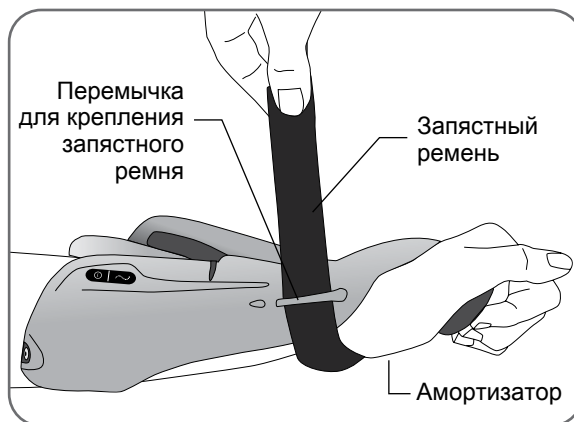

Рисунок 8-12. Прикрепление запястного ремня
- Проведите запястный ремень вверх и пропустите его через перемычку для крепления запястного ремня. См. рисунок 8-12.